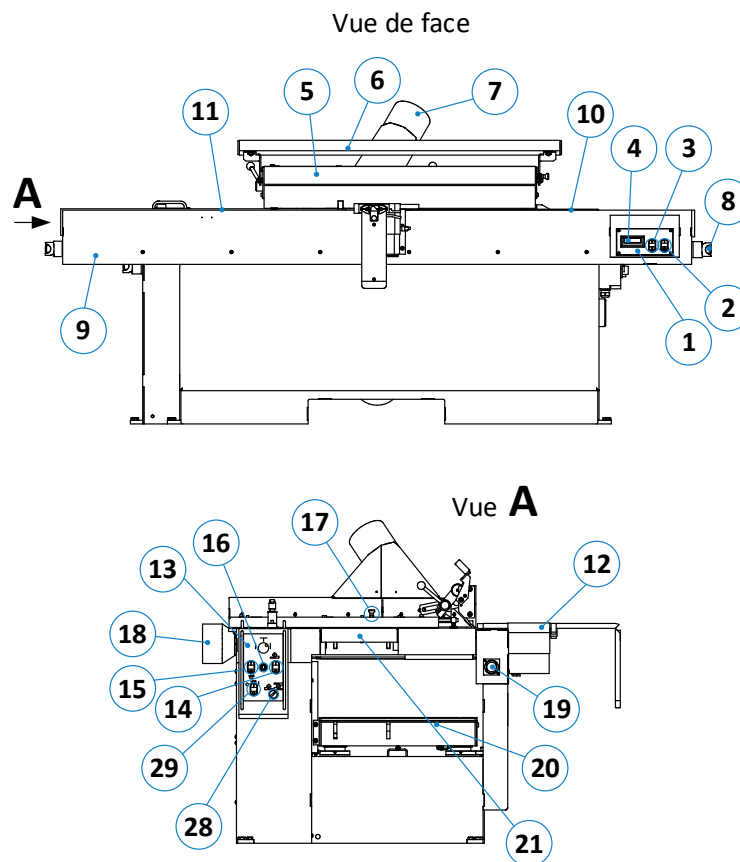

Figure 24 : composants / éléments de commande - vue de face
Cette section présente une vue détaillée du panneau de commande (13) du rabot de dégauchissage illustré à la Figure 24. Cette vue agrandie permet de mieux visualiser les éléments de commande correspondants.
Cette section présente une vue détaillée du panneau de commande (1) de la raboteuse illustré à la Figure 24. Cette vue agrandie permet de mieux visualiser les éléments de commande qui existent en standard et en option.